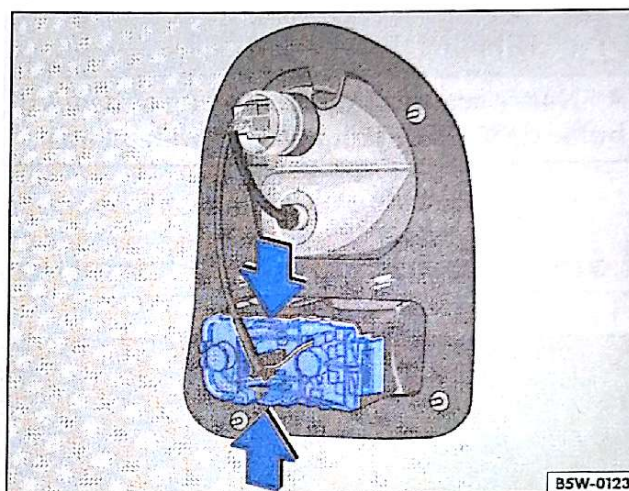

Fig. 138 Localização da lâmpada do indicador de direção traseiro, marcha à ré e lanterna de neblina - Gol
- Pressione as travas laterais -setas- e puxe o suporte ⇒ fig. 138 das lâmpadas.